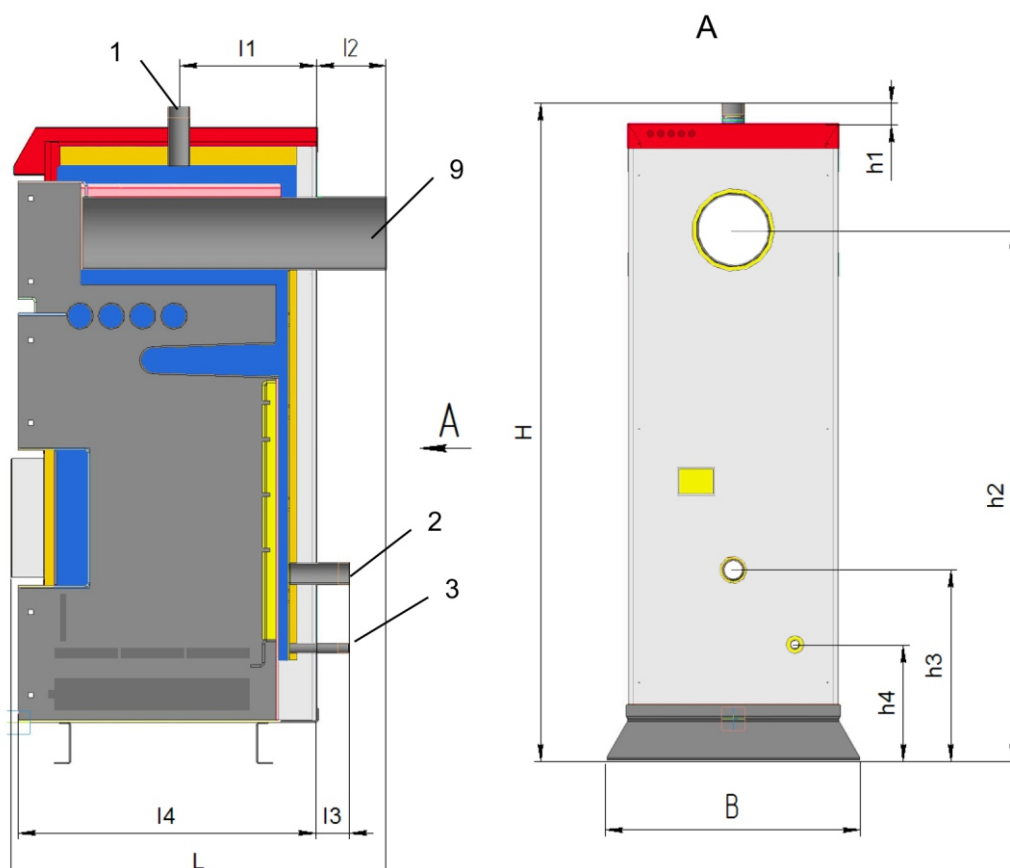

Рисунок 1 - Габаритные и присоединительные размеры Котлов моделей П-10÷95
Габаритные (максимальный габарит) и присоединительные размеры Котла (см. рис.1), мм:
Котел (рис.1, 2, 3) представляет собой стальной сварной теплоизолированный каркас, обшитый снаружи съемной декоративной облицовкой, все вместе образующие собой корпус, и устанавливаемый на собственных опорах (16). Внутреннее пространство имеет сложную конфигурацию, включает в своем составе трубчатый теплообменник (14), предназначенный для циркулирования теплоносителя (воды), листовые детали, образующие вместе со стенками каркаса камеру сжигания, воздухоподводящие каналы (на рисунке не показаны), систему дымоудаления из Котла (9). Внутри каркаса в нижней части расположены устройства: колосниковая решетка для размещения топлива (15), зольный ящик (5) для сбора и удаления золы. Снаружи Котел имеет дверцы (11,12,13) с назначением согласно рисунку 3, патрубки для подсоединения к трубопроводам водяного контура системы отопления (1,2), патрубок для опорожнения теплообменника (3), штуцер для установки тягорегулятора (17), штуцер для установки термодатчика (19), дутьевой электровентилятор, штуцера для подключения ТЭНа, тягорегулятора. Выход дымохода размещен на задней стенке Котла; выходная труба снабжена шиберной заслонкой.